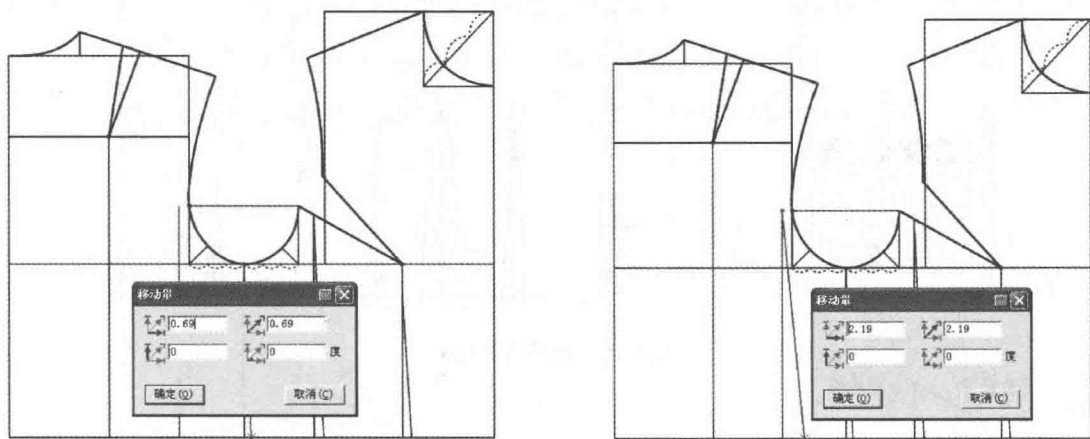

图4-27 画腰省步骤4
(4) 选择  【智能笔】工具在从省中线胸围线交点开始画省线，将光标放在省中线腰围线交点上按【Enter】键，出现【移动量】对话框输入横向偏移量 0.69cm（计算方法： $12.5\text{cm} \times 5.5\%$ ），然后以此画一条线与腰围线相交。选择  【智能笔】工具在从省中线顶点开始画省线，将光标放在省中线腰围线交点上按【Enter】键，出现【移动量】对话框输入横向偏移量 2.19cm（计算方法： $12.5\text{cm} \times 17.5\%$ ），然后以此画一条线与腰围线相交（图 4-27）。